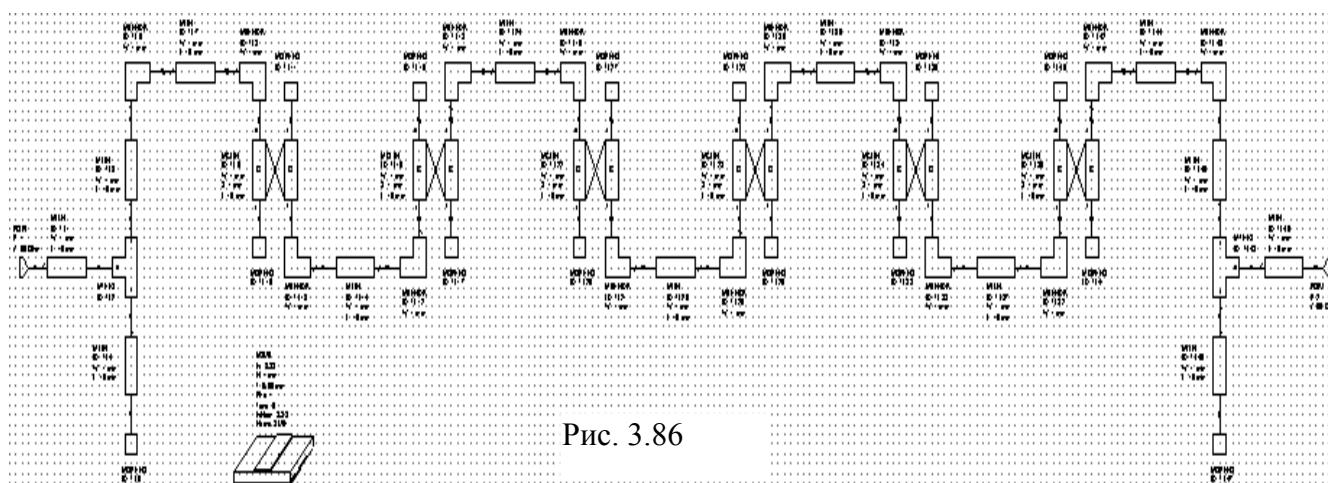

Рис. 3.86
22. Щёлкните по подгруппе **Substrates** в левом окне проекта и перетащите элемент подложки **MSUB** в окно проекта. Полученная схема показана на рис. 3.86.